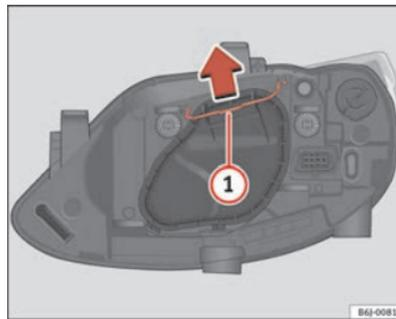

Fig. 139 Médios / máximos farol simples
- Desloque o tirante ⇒ página 227, fig. 139 ① no sentido da seta e puxe a tampa.